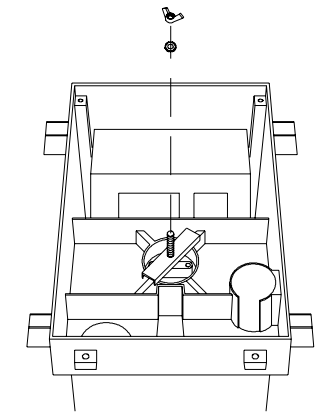

Figura 2
2. Coloque la arandela de seguridad sobre el perno roscado. Ajuste la caja del balasto utilizando la tuerca mariposa (incluida). Ver Figura 2